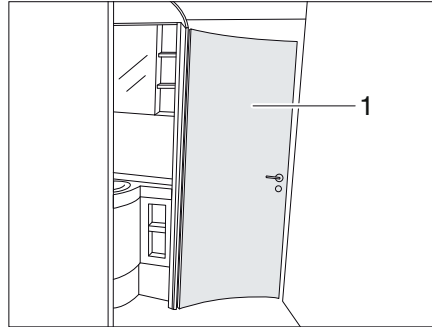

Fig. 236 Cuarto de baño
La puerta de la zona de aseo (Fig. 236,1) se puede bloquear según equipamiento a un amplio cuarto de baño en 1-3 anchos de abertura diferentes. Dependiendo del ancho de abertura seleccionado se interconectan diferentes partes de habitación.
- La puerta de la zona de aseo (Fig. 236,1) no debe utilizarse durante el viaje como separador de habitación. Llevar la puerta a la posición inicial (zona de aseo aislada).